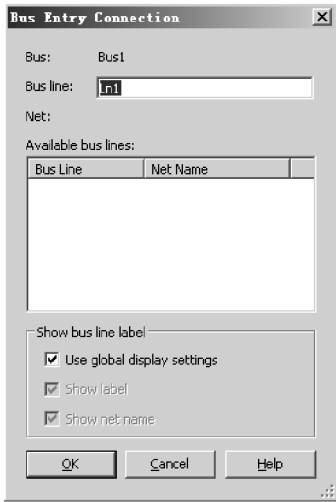

图 4-29 总线分支连接对话框
- (3) 接着绘制器件 U1 各引脚与总线连接的单线，将光标移向所要连接的元器件引脚，待出现一个带十字的圆黑点时单击左键，然后拖动鼠标移向总线，与总线相距一个栅格时单击左键，则出现如图 4-29 所示的总线分支连接对话框。